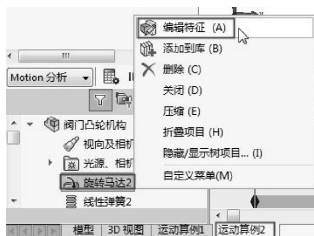

图 8-99 编辑【旋转马达 2】
- 17 在复制的运动算例中，编辑【旋转马达 2】，如图 8-99 所示。